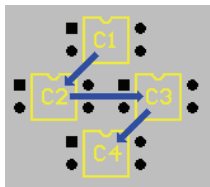

图 6-93 By Descending Y Then Ascending X 方式
- By Descending Y Then Ascending X: 表示先按纵坐标从上到下，然后再按横坐标从左到右编号，如图 6-93 所示。